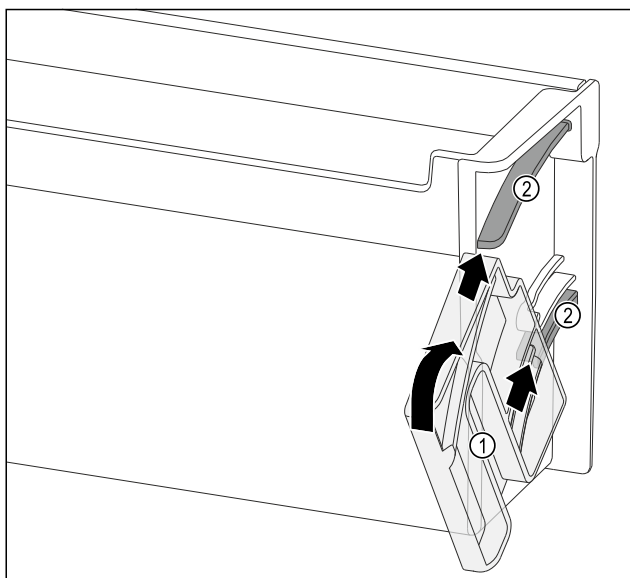

Fig. 116
- ▶ Разместите поворотный блок Fig. 116 (1) таким образом, чтобы выемки оказались точно напротив направляющих каналов Fig. 116 (2) дверной полки.
- ▶ Поверните поворотный блок Fig. 116 (1) по указанном направлении.